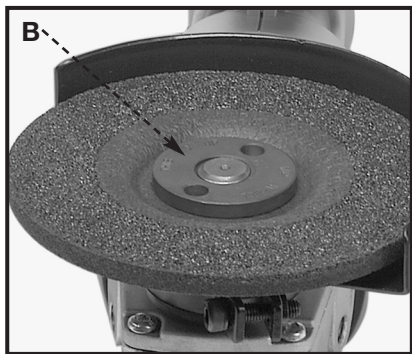

Fig. 6
5. Posicione la pestaña exterior (B), Fig. 6, en el husillo con el lado plano contra la rueda y enrósquela en su sitio apretándola con la mano.